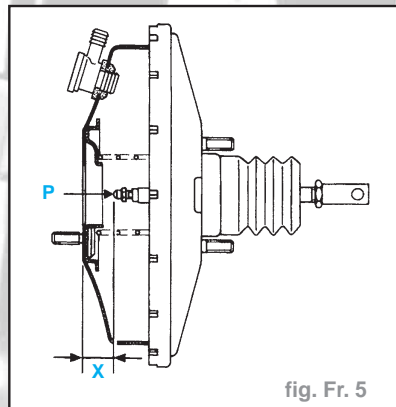

fig. Fr. 5
- Contrôler la longueur de la tige de poussée (fig. Fr. 5).
- Réglage selon modèle par la pige (P).
- Mettre en place le maître cylindre en alignement avec le servo-frein afin que la tige de poussée (P) rentre correctement dans le logement du maître cylindre (fig. Fr. 5).